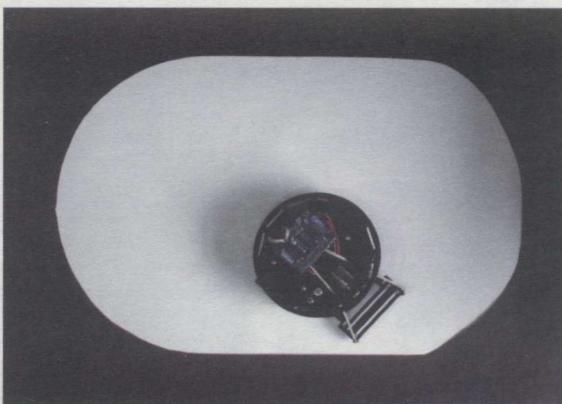
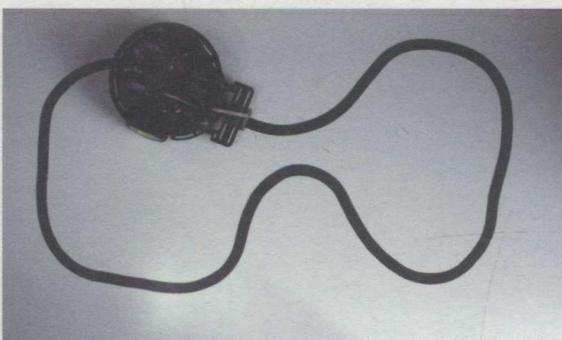

图 1-3
图 1-4
- 让机器人感知地面，用红外传感器实现路线和边沿的检测（见图 1-3 和图 1-4）；